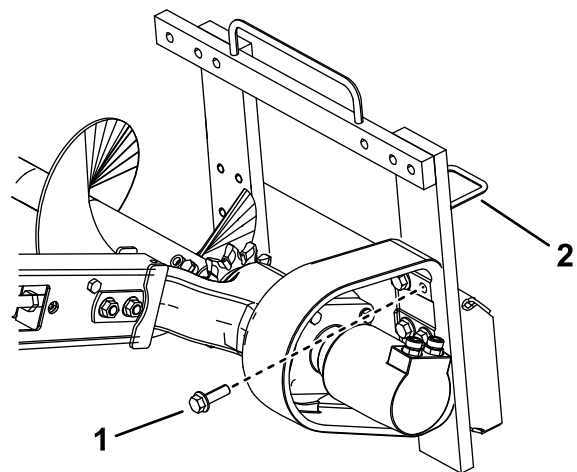

Figura 7
3. Rimuovete i 6 bulloni che fissano la testa scavafoffi al telaio (Figura 7).
11. Spostate i tubi dalla rispettiva guida posta sull'estremità dello scavaforesi portandoli sulla guida dei tubi del lato sinistro (Figura 7).